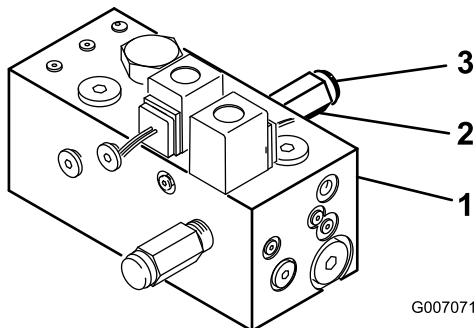

Figura 10
1. No lado posterior do coletor, retire a tampa da válvula de descarga com uma chave Allen (Figura 10).